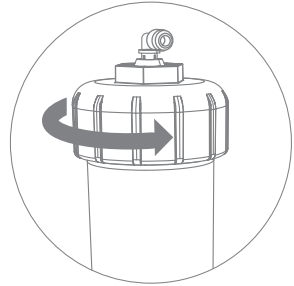
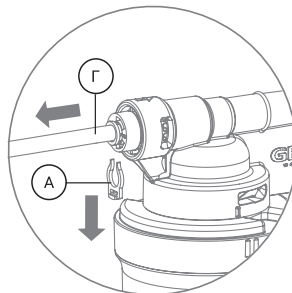

Рис. 3
Рис. 5
3. Открутите крышку корпуса мембраны (рис. 3).
Удалите стопорную клипсу (А). Удерживая цанговое кольцо (Б) прижатым к основанию фитинга, аккуратно извлеките заглушку (В) (рис. 3) или трубку (Г) (рис. 5).